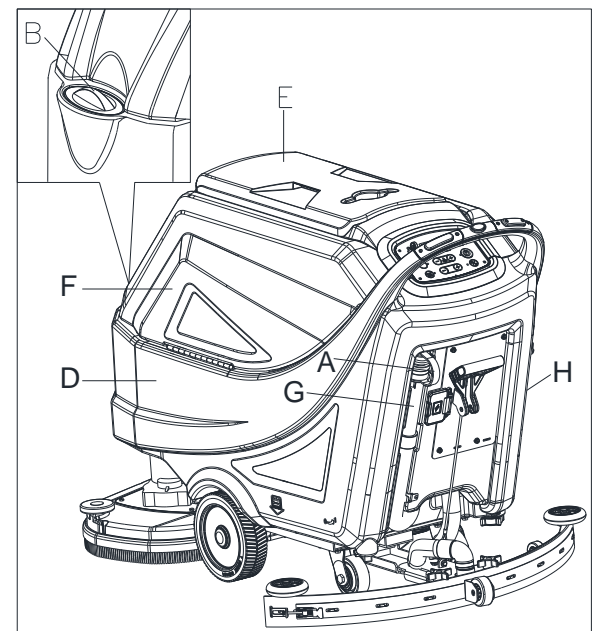

Figura 12
1. Aprire il coperchio di ingresso dell'acqua (B, Figura 12).